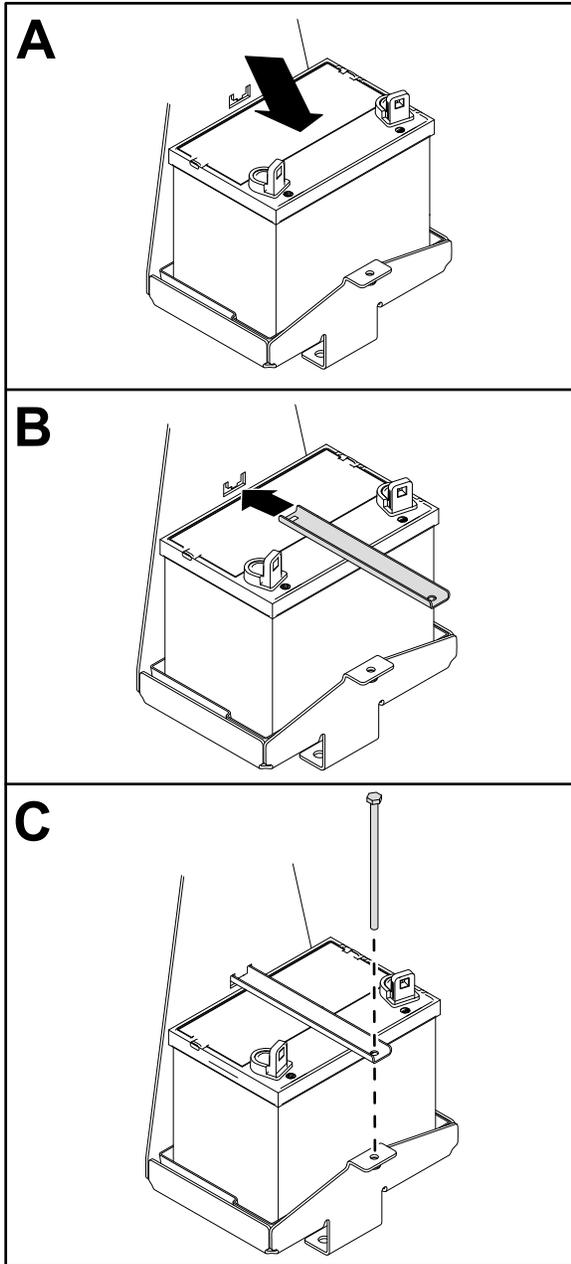

Bild 39
1. Setzen Sie die Batterien ein, wie in Bild 39 abgebildet.